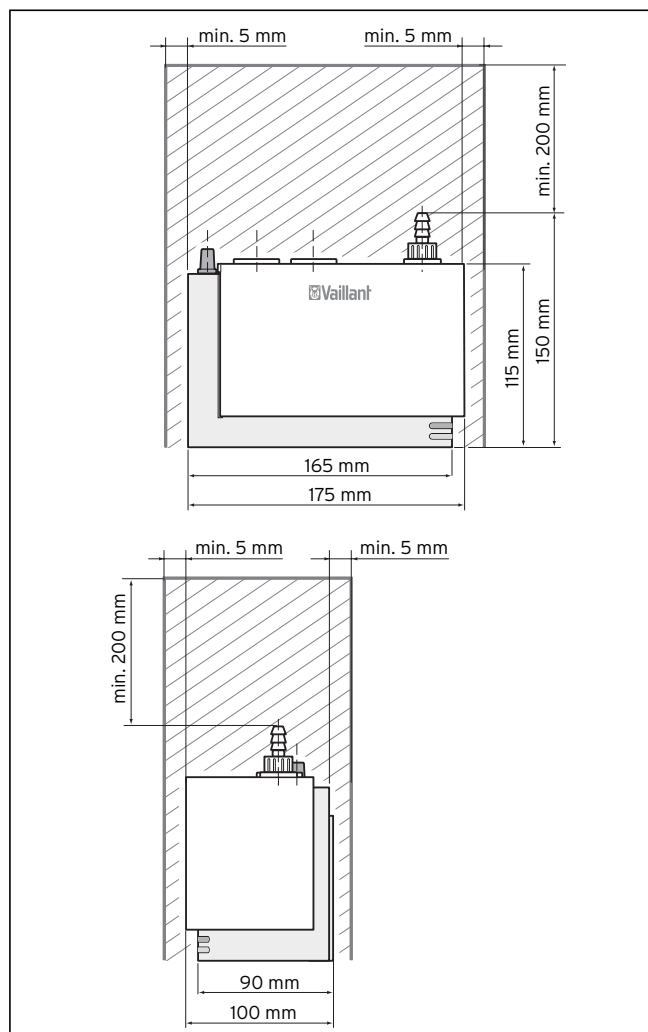

Fig. 4.1 Dimensioni e spazi liberi per il montaggio
**La pompa per lo scarico della condensa può essere fissata sia sul lato stretto che sul lato posteriore largo del supporto come illustrato nella fig. 4.1.**